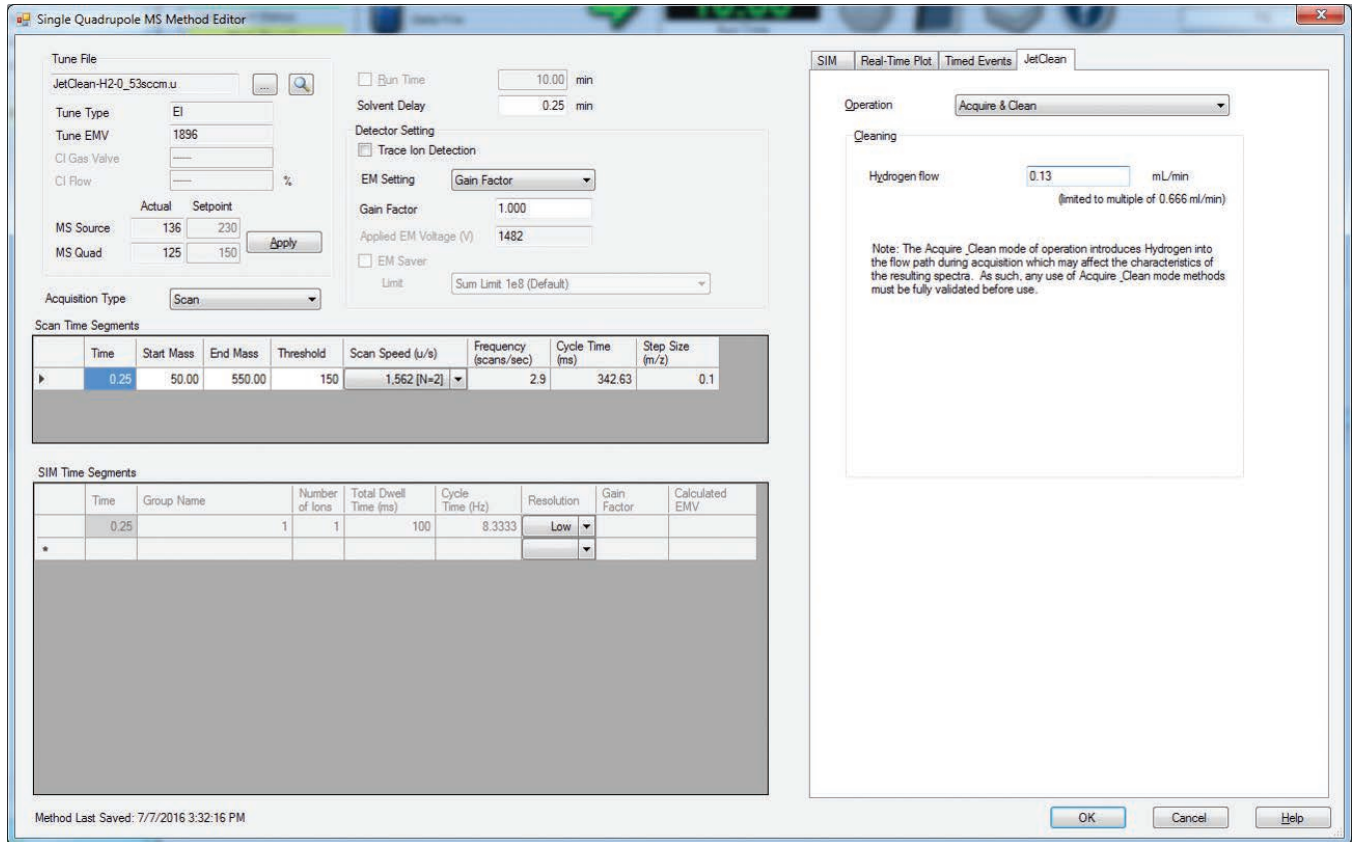

图 5. A) 采集与清洁三重四极杆。B) 采集与清洁单四极杆氢气流速设定值
在该方法中，针对样品采集开发的气相色谱方法参数在任何情况下均不改变，唯一的不同是加入流速极低的氢气。在质谱参数中选择并设置该低流速，然后保存方法。图 5 示出利用氢气进行同时采集操作的智氢洁离子源参数方法面板。氢气流速是需要设置的唯一参数。表 1-3 列出了所支持离子源这些设置的范围。智氢洁离子源参数方法面板中的氢气流速必须与仪器调谐过程中所用的流速一致。对于单四极杆 (SQ) 系统，必须使用 Tune MSD 而非 Atune。首先采用所选流速进行调谐以生成调谐文件，然后加载适当的调谐文件和面板上的流速设定值。为便于选择适当的调谐文件，调谐文件名称中包括氢气流速设置（如 Atune-H2-0\_13sccm...），然后在开始调谐之前选择并保存该设置。如果调谐文件流速与方法流速设定值不一致，将出现警告。调谐报告引用了氢气流速设置。